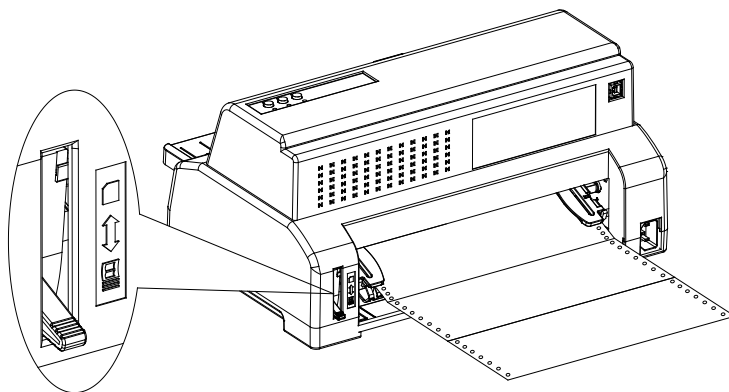

图 3-6 调整选纸手柄
1. 把选纸手柄拨至连续纸进纸方式位置，如图 3-6 所示。